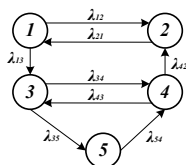

Рис. 9
22. Размеченный граф состояний системы имеет вид, показанный на рис. 9. Написать уравнения Колмогорова для вероятностей состояний и указать, при каких начальных условиях их нужно решать, если в начальный момент система S с вероятностью 1/2 находится в состоянии 1 и с вероятностью 1/2 - в состоянии 2.